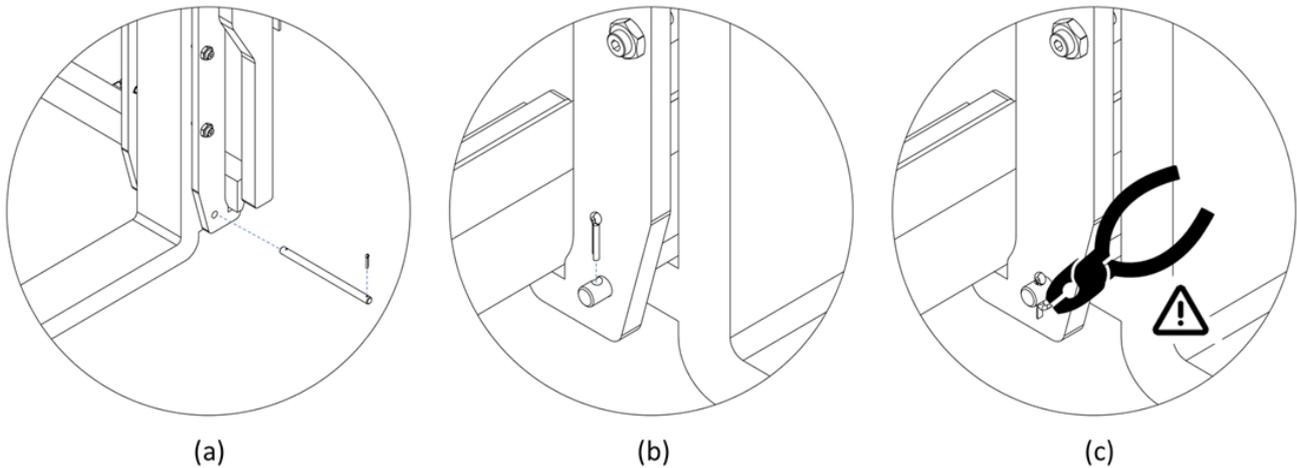

Figure 12
1. Insérez les goupilles de fixation des crochets inférieurs des fourches et vérifiez que le crochet de fourche est bloqué par la goupille elle-même (voir *Figure 12, a*).
2. Insérez la goupille de sécurité dans les trous des deux côtés de la goupille (voir *Figure 12, b*).
3. À l'aide d'une pince, pliez un des 2 bords des deux goupilles fendues et assurez-vous qu'elles ne peuvent pas sortir (*Figure 12, c*).